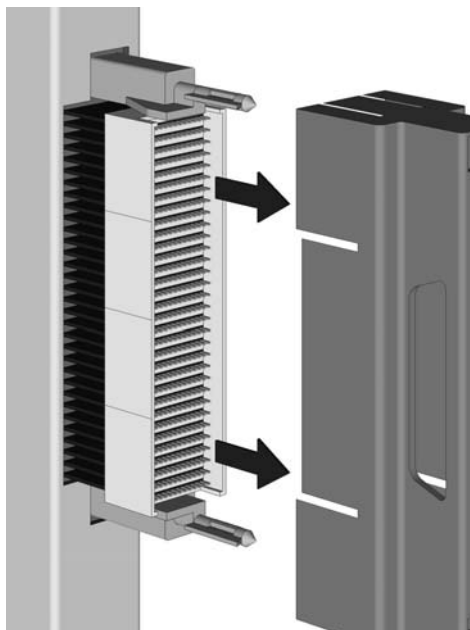

図 1-1. ピンカバーの取り外し
- 1 Pass-through module の後部にあるコネクタ ピンからピンカバーを取り外します。図 1-1 で示すようにピンカバーを取り外します。